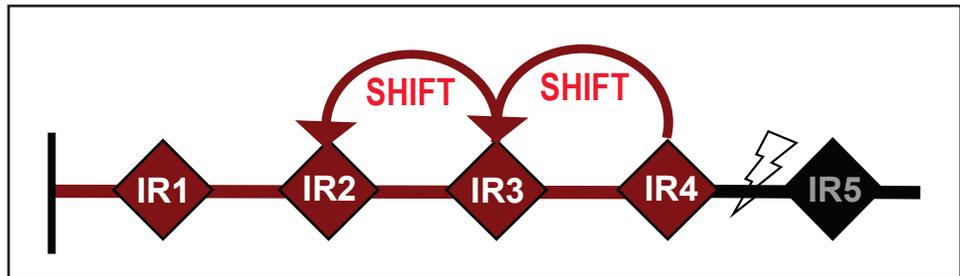

Figura 24. Falta permanente CEC; IR3 e IR4 detectam a falta e enviam uma mensagem de mudança de curva.
- Os interruptores de falha IntelliRupter IR3 e IR4 detectam a falta e enviam mensagens de mudança de curva aos seus vizinhos do lado fonte. Ver Figura 24 na página 44.